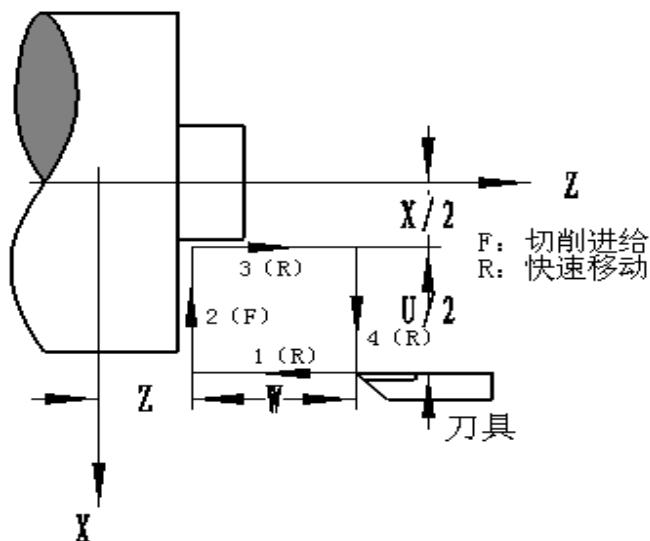

图 2-18
功能说明: G94 指令可实现端面以及锥度端面的单一循环加工，循环完毕后刀具返回起刀点位置（轨迹 1 的起点），如图 2-18 和图 2-19。图中 (F) 线段表示切削进给，(R) 线段表示快速移动。